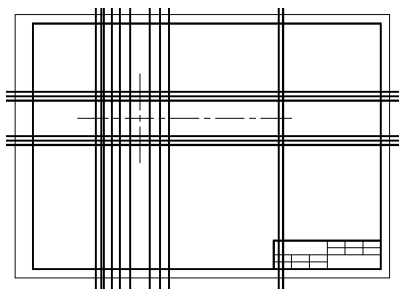

图 11-5 绘制构造线示例
2) 绘制水平和垂直构造线。选择“粗实线”图层为当前图层，选择“绘图”面板→“构造线”命令，系统提示：“指定点或 [ 水平(H)/垂直(V)/角度(A)/二等分(B)/偏移(O)]:”输入 O，指定轴线为水平方向的定位线，分别给出偏移距离“20”“25”“30”，绘制水平构造线。指定孔的中心线为竖直方向的定位线，向右分别给出偏移距离“11”“23”“10”“133”“138”；向左分别给出偏移距离“9”“18”“21”“27”，绘制出垂直构造线，如图 11-5 所示。